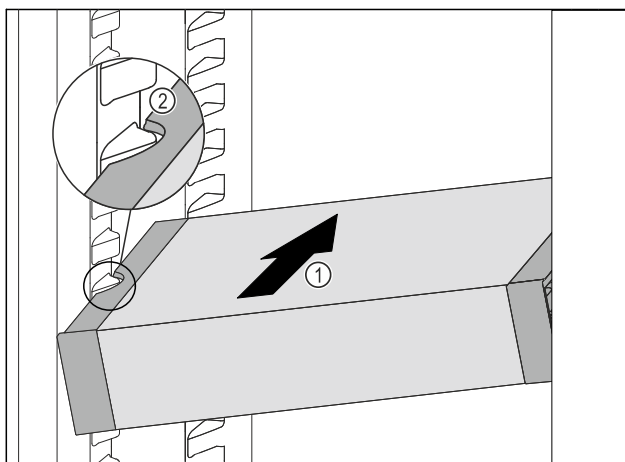

Fig. 114
- ▶ Împingeți VarioSafe oblic în frigider Fig. 114 (1), până când degajările laterale Fig. 114 (2) ale VarioSafese află la înălțimea nervurii recipientului din frigider.